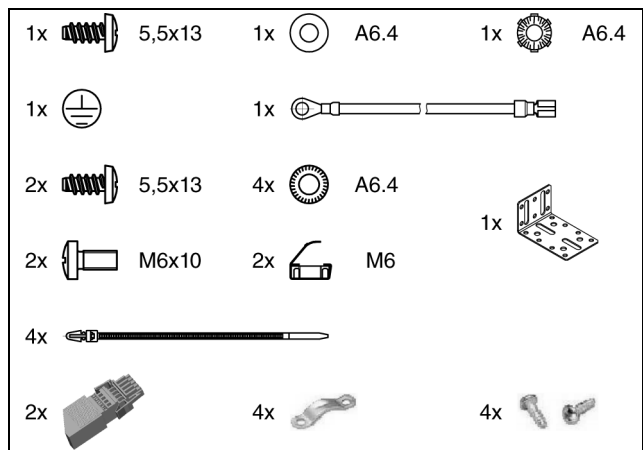
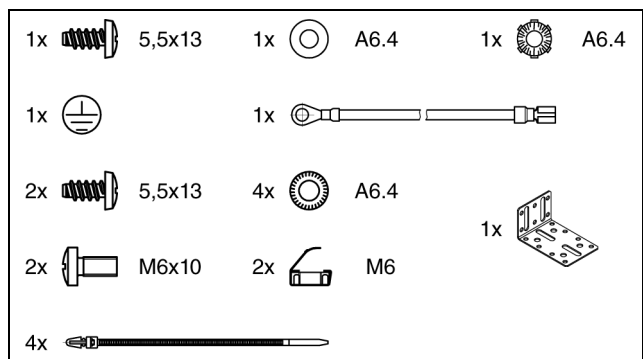

Abb. 1: Beigelegtes Zubehör 16 A-Ausführung
Abb. 2: Beigelegtes Zubehör 32 A-Ausführung
- Beigelegtes Zubehör (Abb. 1 und Abb. 2)